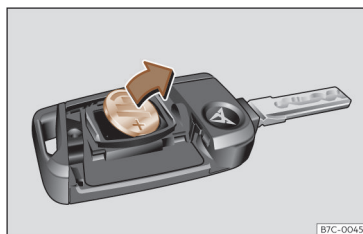

Fig. 45 Chave do veículo: remoção da pilha.
- Extraia a pilha do compartimento com um objeto fino adequado >>> Fig. 45.
- Encaixe uma pilha de botão nova no compartimento >>> ①.